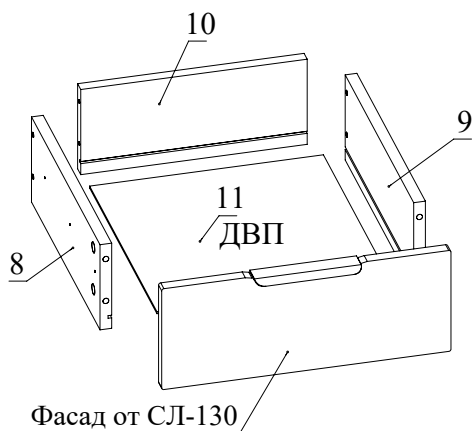

Рис. 9
8. Соберите ящик. Для этого соедините детали 8 и 9 с деталью 10 при помощи конфирматов. Вставьте дно ящика 11 из ДВП в пазы деталей 8, 9, 10. Соедините фасад ящика от СЛ-130 с полученной конструкцией и затяните головки минификсов (Рис. 9).